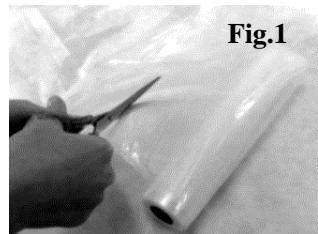

Fig. 1.1
2. Brug Træk folien ud til den ønskede længde, og skær den til med folieskæreren – **Fig. 1.1.**